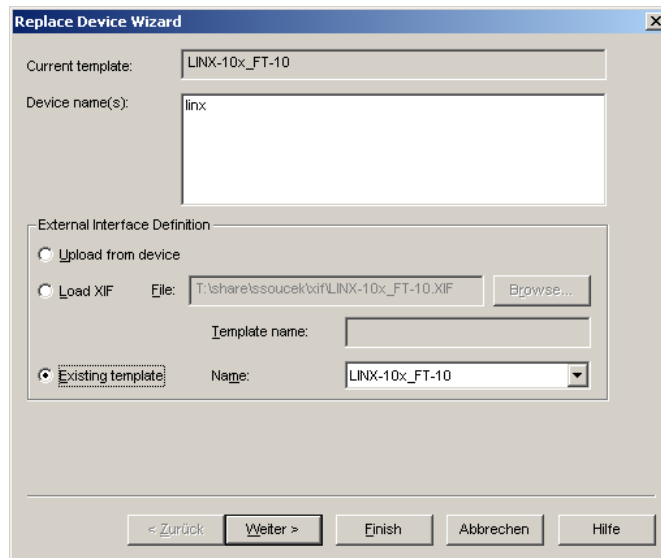

Abbildung 94: LonMaker Austauschassistent
2. Klicken Sie **Commissioning** → **Replace....** Jetzt wird der LonMaker Replace Device Wizard (Assistent zum Ersetzen von Geräten) geöffnet, siehe Abbildung 94.